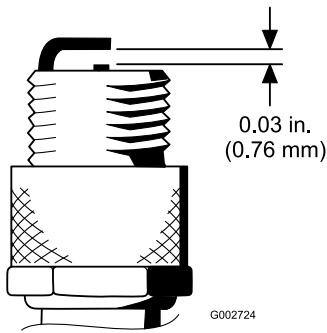

Рисунок 28
- Установите между центральным и боковым электродами зазор 0,76 мм; см. Рисунок 28. Установите свечу зажигания с отрегулированным зазором и уплотнительную прокладку, затяните свечу с моментом 23 Н·м. Если динамометрический ключ не используется, надежно затяните свечу.